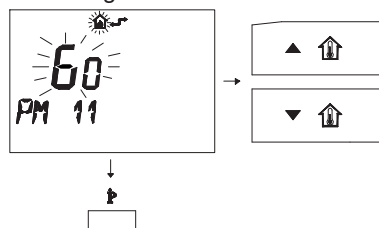

Fig. 5.58
- Para modificar el punto de consigna programado use los botones o y espere a que el número programado comience a parpadear (Fig. 5.58). Cada paso de aumento o reducción equivale a 1 segundo.